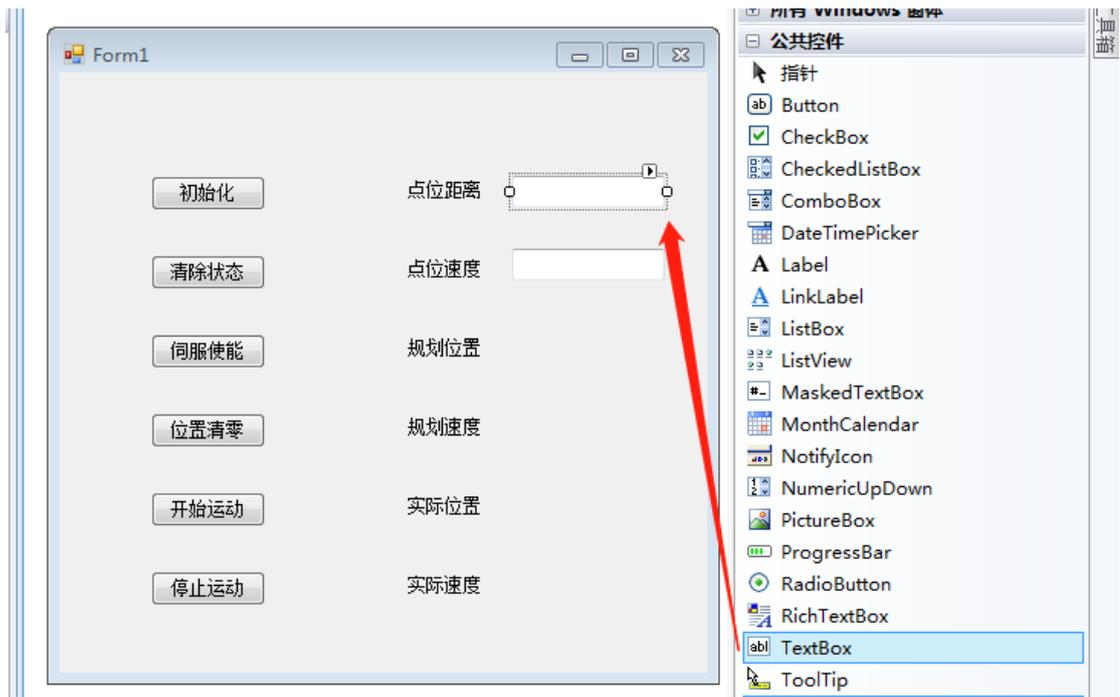
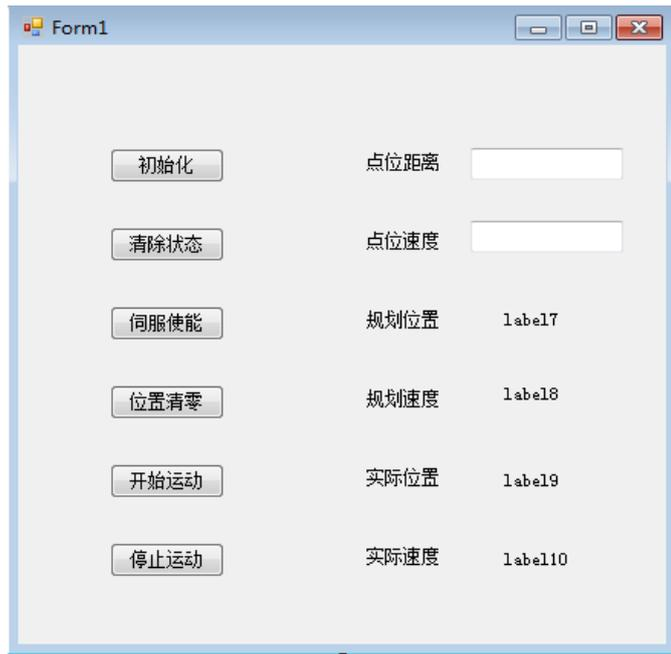

图 30
图 32
9、拖放控件及设计界面：拖动多个Button控件至界面上，更改其Text属性（如图28）；从工具箱拖动Label控件至界面修改其Text属性（如图29）；从工具箱按顺序拖动TextBox控件至界面，确保控件Name属性（如图30）；最终将控件拖放调整为图32所示